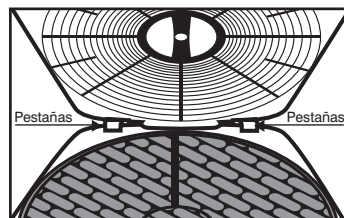

Fig. 12
6. Coloque las lengüetas de la parte inferior de la placa de la rejilla en la base de la unidad. Vea la Fig. 12.